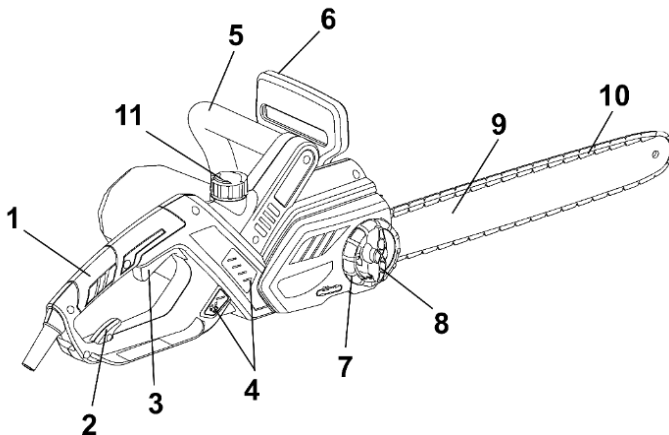

Рисунок 1
корпусу з органами управління та захисту (1,3,5,6); пиляльної гарнітури у складі шини (9), пиляльного ланцюга (10), систем натягування (7,8) та автоматичного змащування ланцюга (4,11); однофазного колекторного двигуна з подвійною ізоляцією, який встановлений по «подовжній» схемі – вісь двигуна паралельна осі виробу, при цьому рух на приводну шестерню ланцюга передається під кутом 90° через конічний редуктор; системи зчеплення з відцентровою муфтою та гальмами, – згідно рис. 1.
**Пиляльна гарнітура** - консольного типу, складається з прямої шини (9), пиляльного ланцюга (10), які під'єднані до двигуна через систему зчеплення та до систем натягування і змащування ланцюга. Зчеплення виконане як інерційна муфта на валу двигуна, у якій зовнішня
4.1.1 Для увімкнення виробу натисніть на кнопку блокування від випадкового вмикання (розташована з лівого боку основної рукоятки), а потім на важіль перемикача (3) (рис. 1). Для відключення виробу слід важіль відпустити.